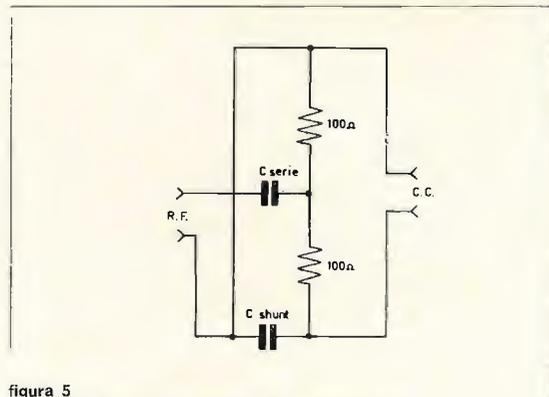

figura 5
**BOLOMETRO** - La figura 5 rappresenta lo schema equivalente dell'elemento bolometrico, il quale mostra l'ingresso della RF e l'uscita sul ponte a c.c. Alla radiofrequenza, i due condensatori di blocco presentano una reattanza trascurabile e possono essere considerati come in corto circuito.